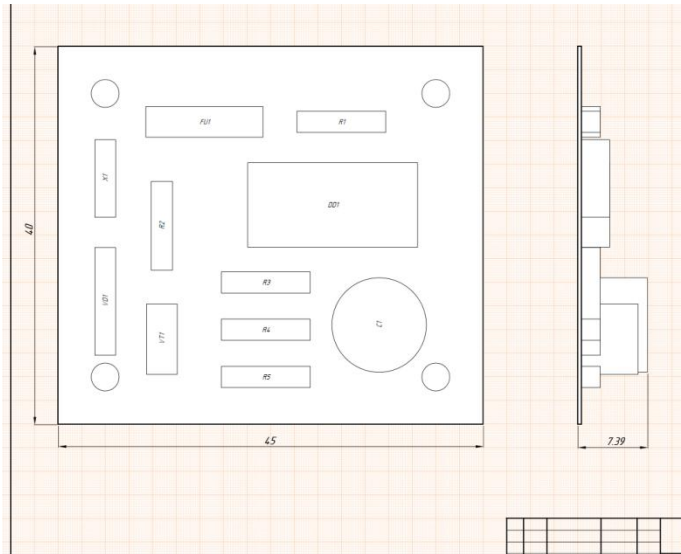

Рис. 6.10
7) Встановіть розміри, виконавши команду **Place-Linear Dimension** так, як зображено на рис. 6.10.